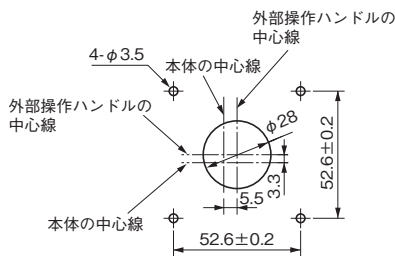
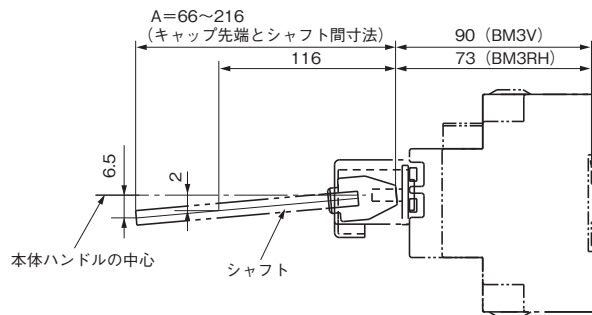

図1 パネル穴明け寸法
図2 MMS垂直取付でのシャフト傾き状態
マニュアルモータスタータ本体が垂直取り付けの場合、シャフトが自重によって傾き、図2のように本体ハンドルの中心に対して位置ずれをおこすことがあります。シャフト寸法Aが116mm未満の場合の穴明け寸法は19-42ページと同一寸法(下記図1)ですが、シャフト寸法Aが116mmを超える場合は穴明け寸法の補正が必要になります。補正が不足すると扉パネル側のハンドルユニットがシャフト先端と干渉し、扉パネルが閉まらない場合があります。
(1) パネルロックレバーを電源側に押す。(図1)
(2) ハンドルをON方向に回転させる。(図1)
(注) パネルロックレバーを押さない状態では、ハンドルとパネルロックレバーに係合してハンドルロックがかかり、ハンドルはONできません。(図2)